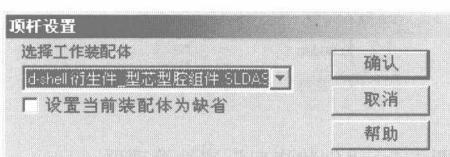

图 1-8 “顶杆设置”对话框
(4) 顶出机构设计。在 IMOLD 工具栏中单击 (顶杆设计) 按钮，弹出下拉菜单。单击“增加顶杆”命令，弹出如图 1-8 所示的“顶杆设置”对话框。在该对话框中选择需要添加顶杆的装配体名称，单击“确